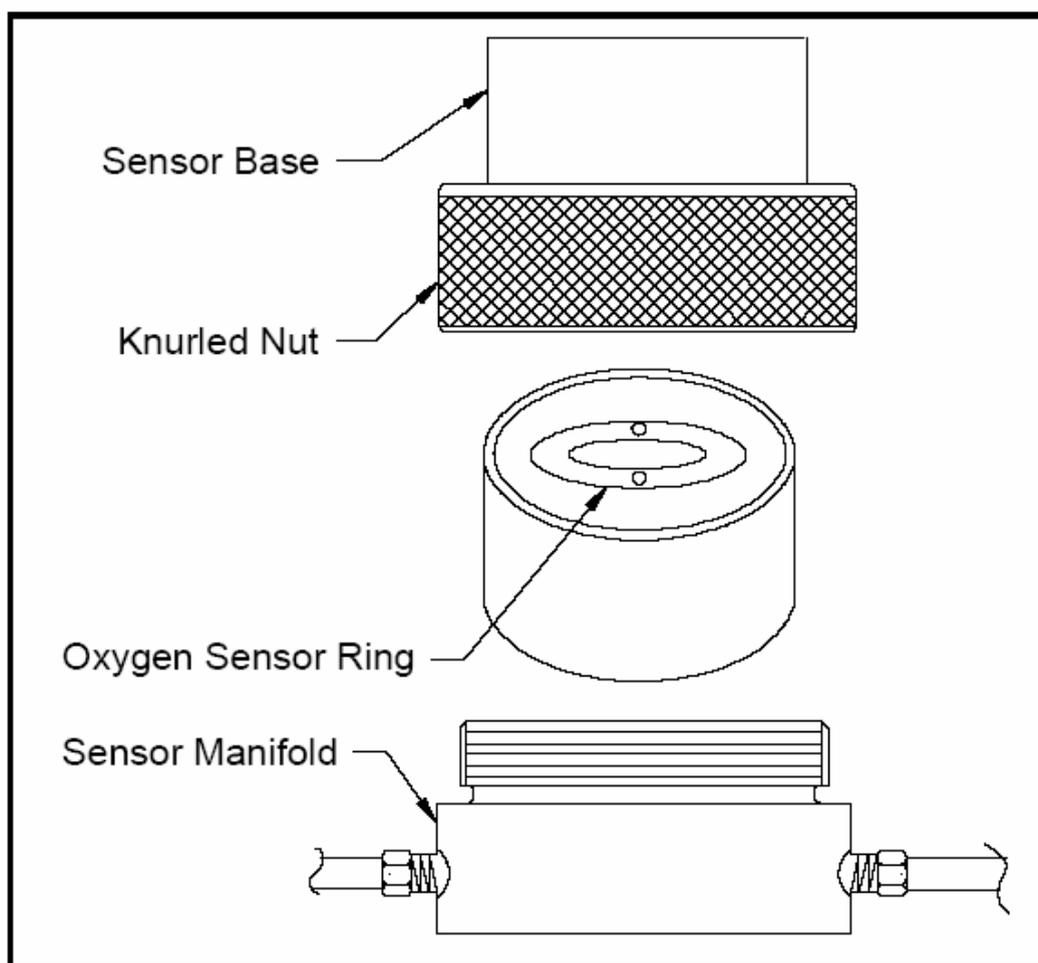

Figure 7: Oxygen Sensor Installation
查看尾页正面插页中的图 7 和尾页背面插页的表 2 和 3 中的主菜单。然后遵循 6 页中的说明来进入 O2X1 主菜单 (在 O2X1 板上用“”表示的 LED)
2. 如同第五页中**进入主菜单**所描述的来进入（查阅在尾页正面插页中的图 7）。